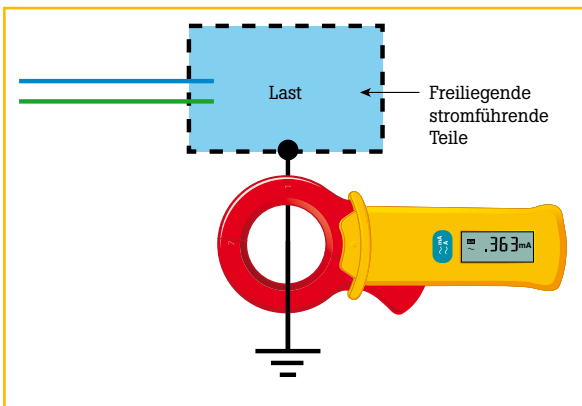

Abbildung 3
Um den gesamten Leckstrom zu messen, der zu einem bestimmten Masseanschluss fließt, bringen Sie die Klemmbacken am entsprechenden Schutzleiter (PE) an. (Siehe Abbildung 3)